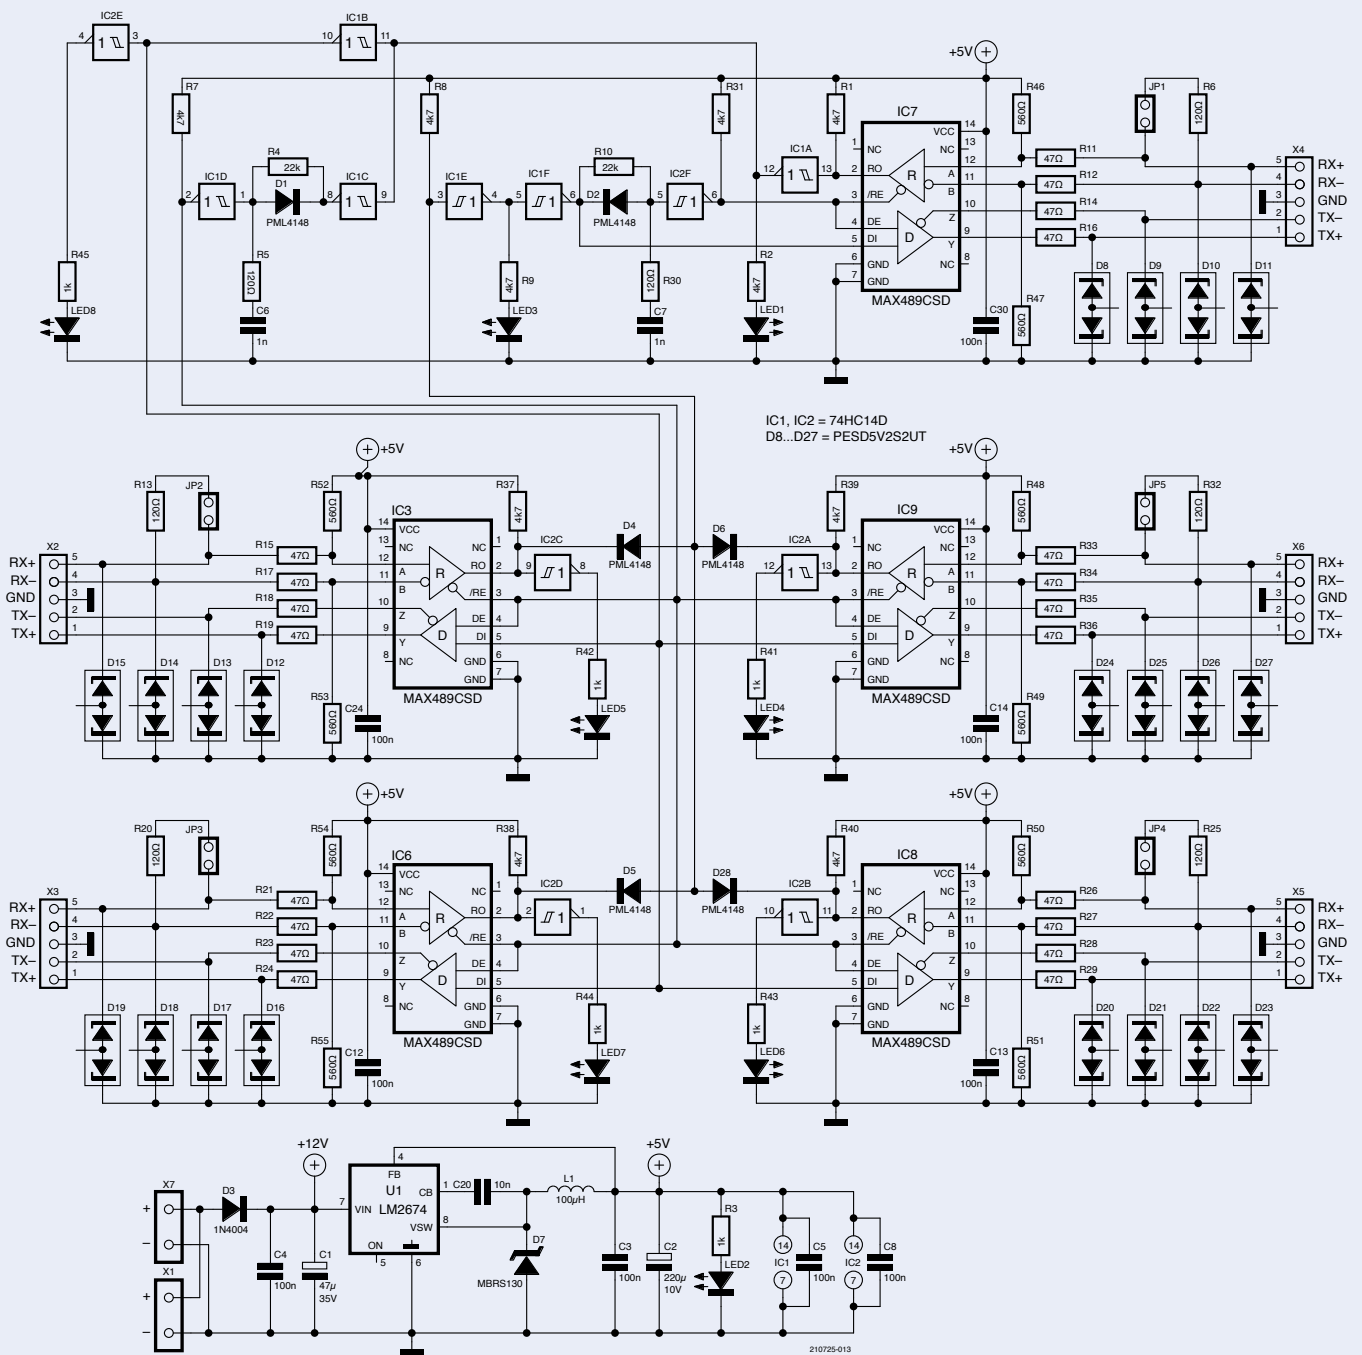

Figure 7. Schémas complets.
Le schéma détaillé est présenté dans la **figure 7**. Comme mentionné dans le paragraphe précédent, le principe général est de transmettre le signal reçu ; ainsi, tous les signaux entrants (RX) en provenance des drivers sont assemblés par les diodes D4, D5, D6, D28 et envoyés au driver émetteur. En ce qui concerne les données sortantes (TX), le signal provenant du pilote d'entrée est simplement remodelé par les portes de déclenchement de Schmitt IC1A et IC1B, puis envoyé aux pilotes de sortie.